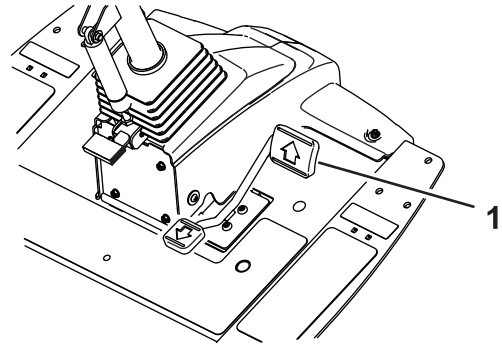
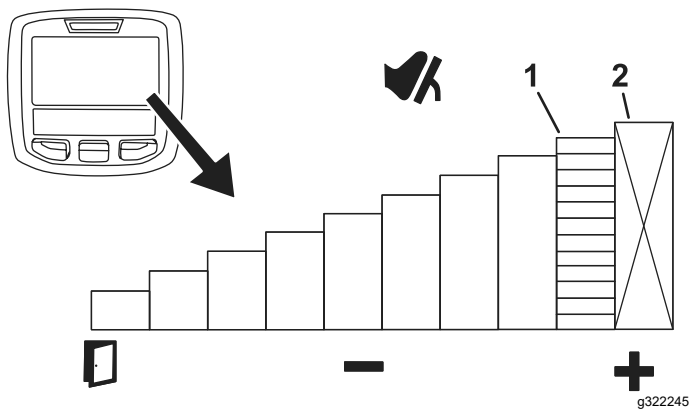

Figure 50
Figure 51
Pour régler temporairement la vitesse maximale de la machine, poussez la pédale de déplacement complètement en avant (Figure 50). Vous pouvez régler une vitesse séparée pour le mode Tonte et le mode Transport (Figure 51).
- Pour accéder à cette fonction, appuyez sur le bouton central de l'InfoCenter (Figure 51).